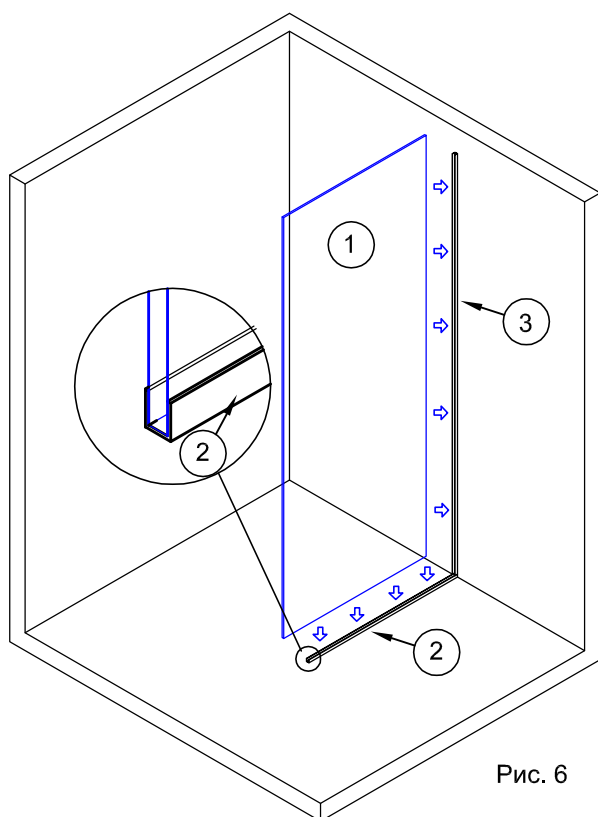

Рис. 6
3.2. Вставить стекло панели в профили №2 и №3. Прижать стекло к стене и полу. Внешние торцы профиля №2 и стекла должны совпадать (рис.6).